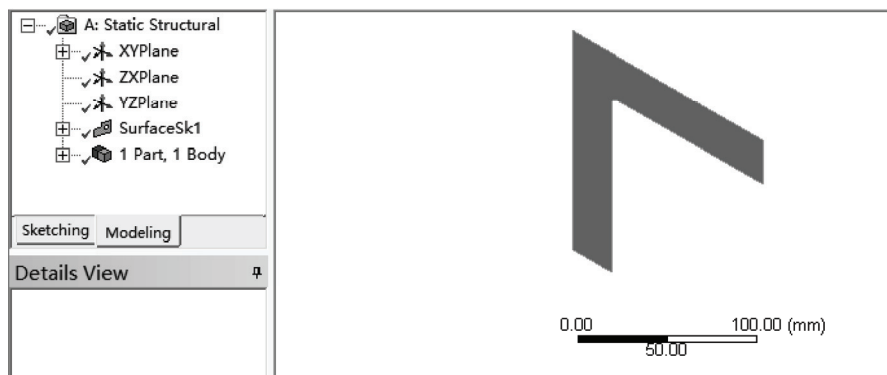

图 18-3 DM 模型
3) 双击项目 A 中的 A2 栏 Geometry，此时会进入到 DM 界面，查看模型如图 18-3 所示。此时如果设计树中显示 ⚡，表示需要生成模型，此时进行步骤 4)，否则可直接进入步骤 5)。